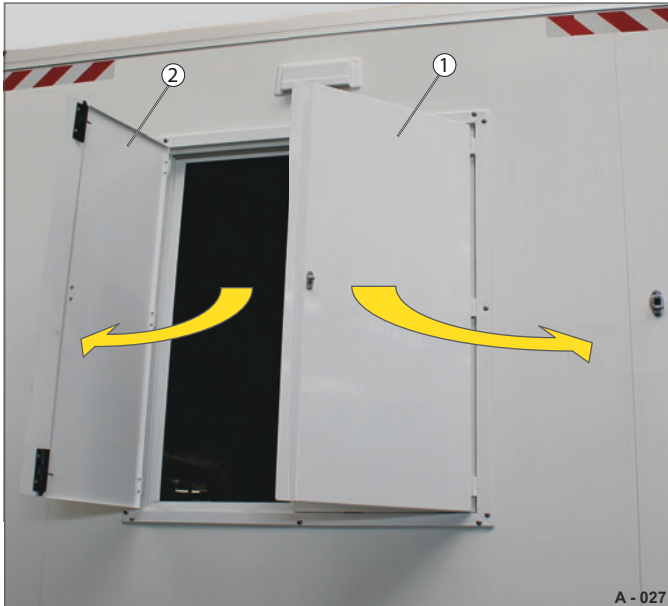

Abb. 7 Fensterladen öffnen
- ▶ Öffnen Sie die Flügel (Abb. 7/1 & Abb. 7/2) nacheinander.
- ▶ Schließen Sie den linken Flügel (Abb. 7/1), dann den rechten Flügel (Abb. 7/2).